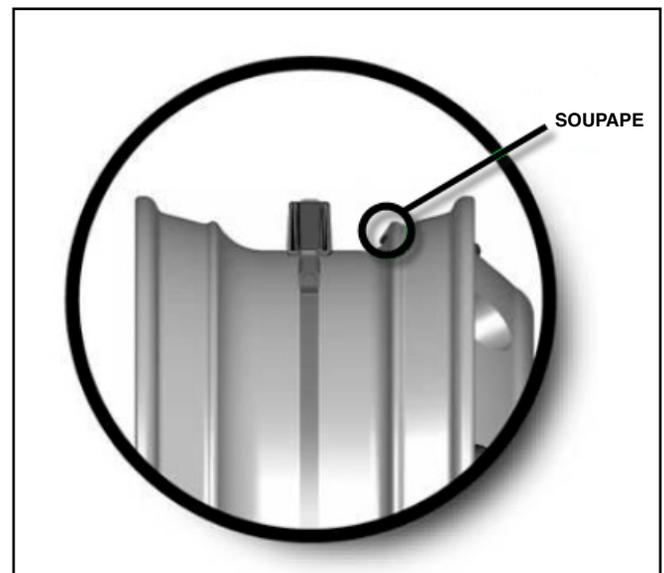

Figure C6 - Capteur installé près de la soupape
5. Orienter le capteur près de la soupape. Le bout de la vis sans fin doit être à une distance de 100 mm (4 po.) du bout du capteur. Le capteur doit toujours être installé près de la soupape de façon à le repérer après que le pneu est posé sur la jante. Voir Figure C6.